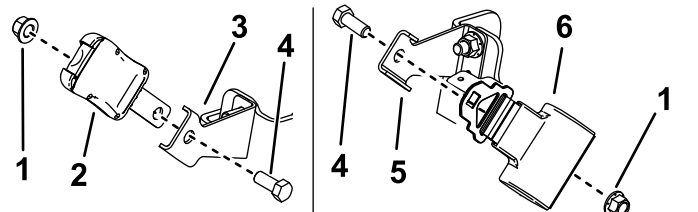

Figure 8
2. Fixez la ceinture de sécurité et la boucle aux supports à l'aide de 2 boulons (1/2 x 1 1/4 po) et 2 contre-écrous (1/2 po), comme montré à la Figure 8. Serrez les boulons à 102 N·m (75 pi-lb).